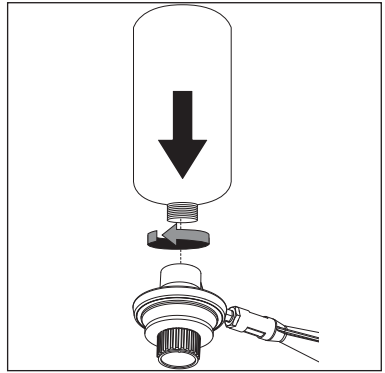

Figura 3
3. Inserte y gire el tanque de gas propano líquido que encaje firmemente. **APRIETE A MANO SOLAMENTE.** Tenga cuidado de no dañar la rosca al apretarlo en el tanque (vea Figura 3).